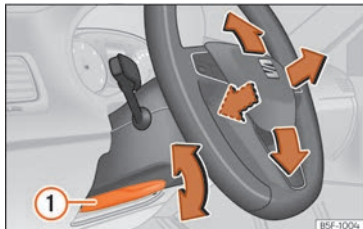

Abb. 24 Hebel auf der linken unteren Seite der Lenksäule.
• Lenkradposition einstellen: Ziehen Sie den Hebel » » **Abb. 24** ① nach unten, bringen Sie